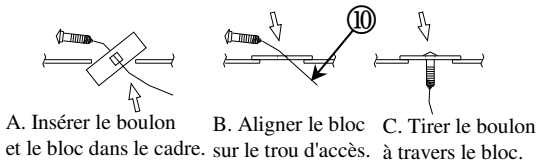

Figure 3
3. Insérer l'espaceur (art. 2) et le boulon de carrosserie dans le trou agrandi en appliquant la procédure inversée du fil de tirage. Des deux côtés. Voir la Figure 3. Laisser les pièces de visserie attachées au fil de tirage.